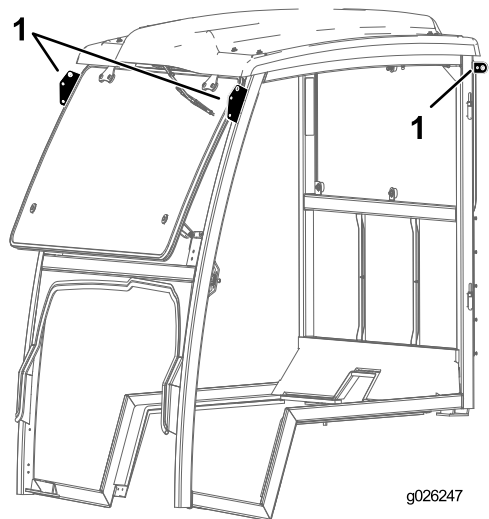

Figure 31
- Tenez le cadre de la cabine par les points de levage et placez-le sur la machine (Figure 31).